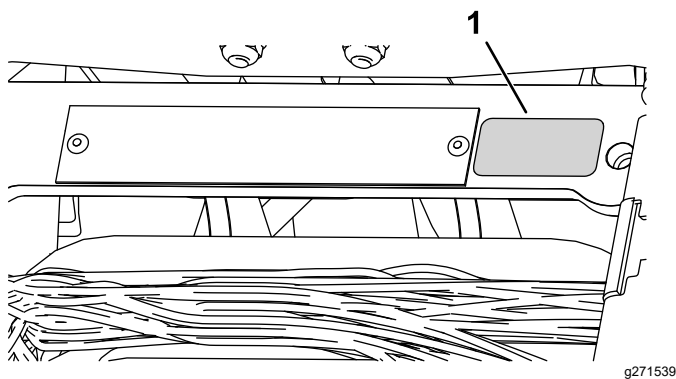

Figura 16
- Coloque la pegatina del año de producción junto a la placa con el número de serie (Figura 16).